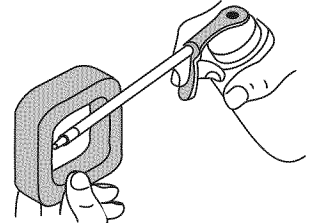

Fig. 25
4. Aplique suficiente aceite limpio de motor SAE 30 para recubrir ligeramente el filtro (Fig. 25).
7. Vuelva a instalar la cubierta del filtro de aire. Coloque los ganchos del lado derecha de la cubierta del filtro de aire en las ranuras del lado derecha de la placa posterior (Fig. 25).
8. Mueva la cubierta hacia la izquierdo derecha hasta que la orejeta del filtro de aire calce en su lugar en la ranura de la placa posterior (Fig. 25).